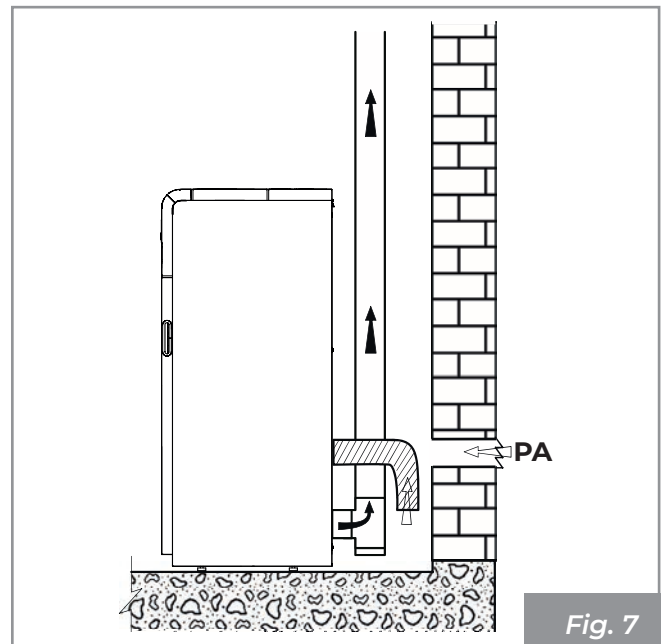
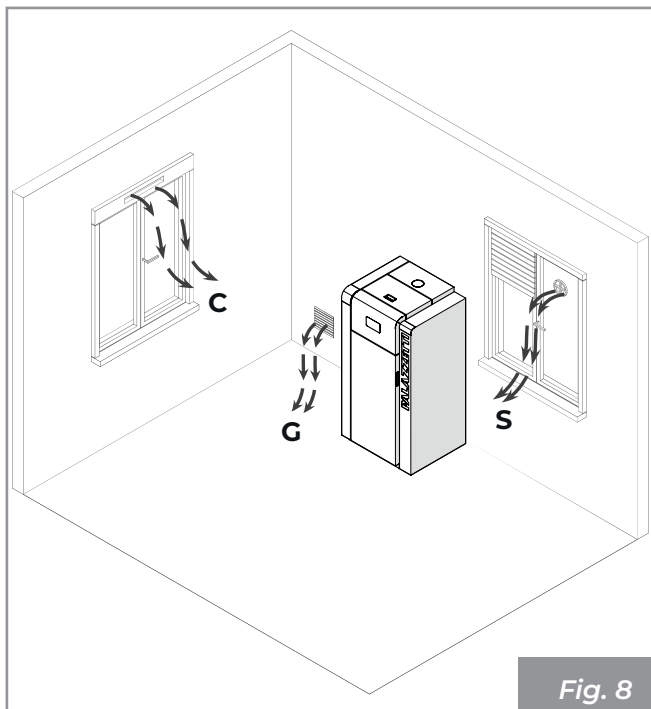

Fig. 7
Fig. 8
- provenire dall'ambiente di installazione o da adeguati locali attigui (Fig. 7 - Fig. 8)
Realizzare la presa d'aria sulla parete (Fig. 7 - PA = Presa d'Aria), e lasciare che l'apparecchio sia libero di prelevare aria in ambiente.
Se non fosse possibile realizzare la presa d'aria esterna nel locale, è possibile realizzare il foro esterno in un locale adiacente purché comunicante in maniera permanente con griglia di transito (**Fig. 8 - C = Cassonetto, G = Griglia, S = Serranda**).